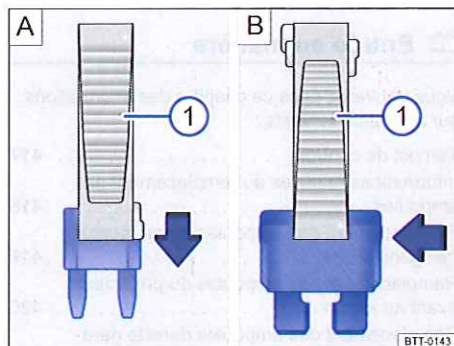

Fig. 232 Retrait ou mise en place d'un fusible à l'aide de l'agrafe de la pince en plastique ①.
- Pour les *petits fusibles*, engagez l'agrafe par le haut \Rightarrow fig. 232 A.
- Pour les *fusibles de plus grande taille*, faites glisser l'agrafe \Rightarrow fig. 232 latéralement sur le fusible B.
- Pour les *fusibles de plus grande taille*, faites glisser l'agrafe latéralement sur le fusible \Rightarrow fig. 232 B.
- Si le fusible est grillé, remplacez-le par un fusible neuf de *même* intensité (même couleur et mêmes inscriptions) et de même taille \Rightarrow ①.